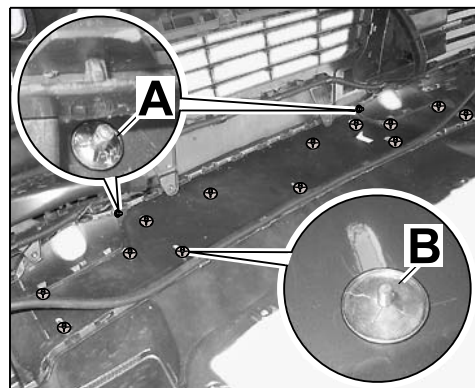

Рис. 9
- 2.3 Воспользовавшись помощью второго механика, прижать накладку к облицовке передней части кузова и закрепить маленькими зажимными шайбами ⇒ *Рис. 9 -А-*. Закрепить большие зажимные шайбы ⇒ *Рис. 9 -В-*.